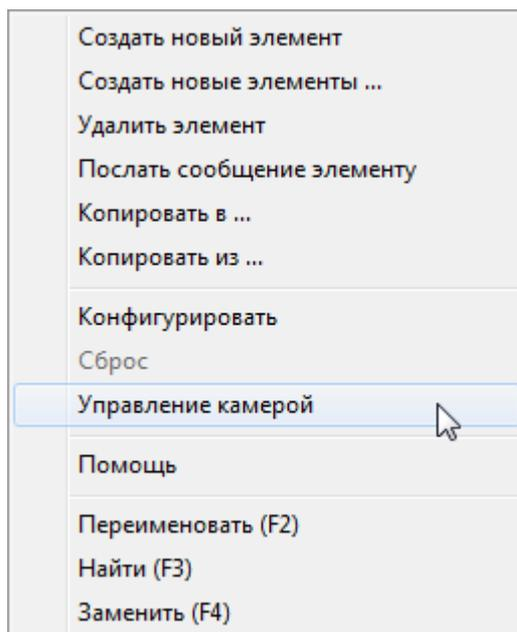

Рисунок 15 — Контекстное меню элемента **Поворотное устройство Dennard**
- **Поворот камеры:** Для поворота камеры переведите указатель мыши на кнопку джойстика (зеленый круг в центре), нажмите левую кнопку и не отпуская переместите его в нужном направлении до тех пор, пока камера не повернется в нужную позицию (рисунок 15).